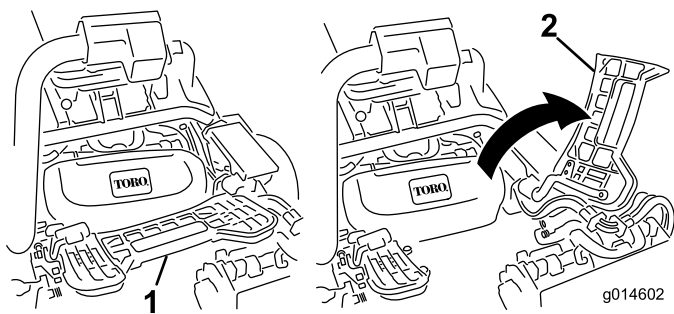

Figura 11
3. Se instalar a unidade de corte central, eleve o apoio do pé e incline-o, permitindo o acesso à posição da unidade de corte central (Figura 11).